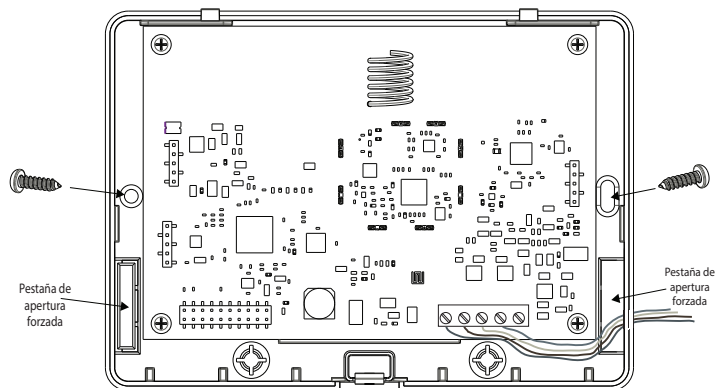

Figura 2
2. Monte el gabinete firmemente en la pared utilizando los 2 (dos) tornillos suministrados. Consulte la Figura 2.